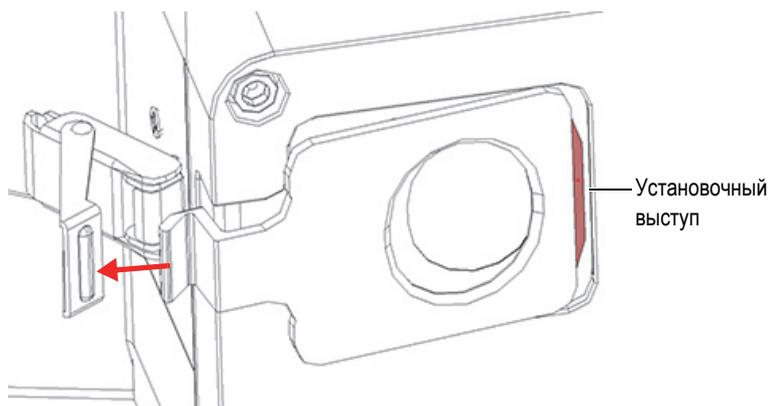

Рис. 4-4 Установочный выступ полностью виден
5. Слегка сместите рамку окна влево, пока не будет виден установочный выступ (Рис. 4-4 на стр. 65); затем снимите рамку окна.